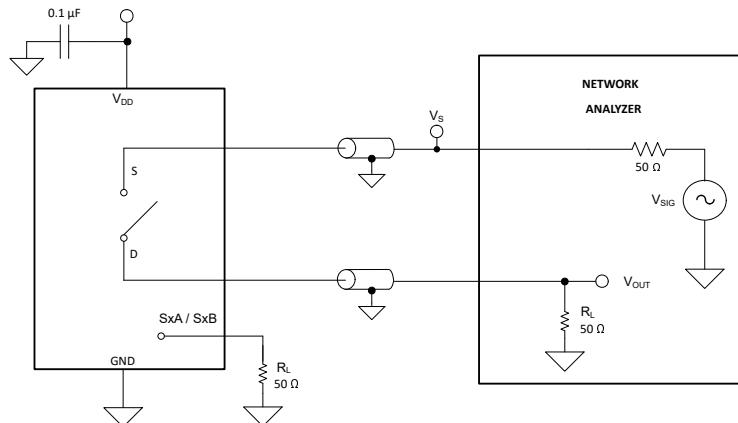

図 6-13. オフ絶縁測定時の設定
オフ絶縁は、オフチャネルのソースピン (S_x) に信号が印加された場合に、そのデバイスのドレインピン (D) に現れる信号の比率として定義されます。図 6-13 に、オフ絶縁の測定を行う際の設定と、オフ絶縁の計算に使用する式を示します。